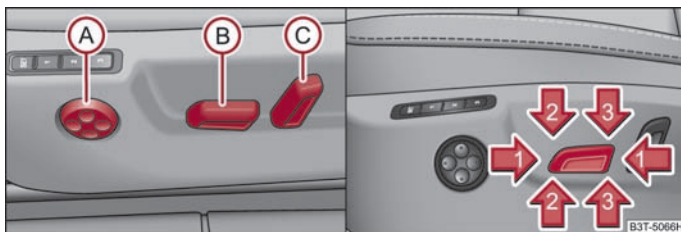

Abb. 70 Seitenansicht: Bedienelemente zum Sitz einstellen / Sitzeinstellschalter
- Drücken Sie den Schalter **(B)** ⇒ Abb. 70 nach vorn bzw. nach hinten in Pfeilrichtung **(1)**.